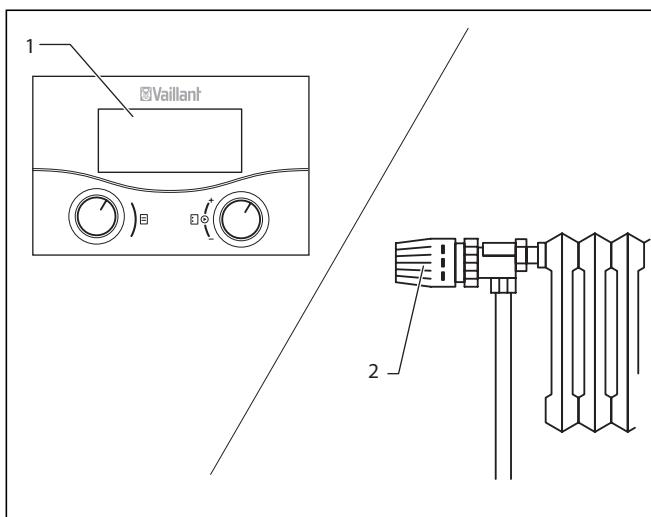

Fig. 6.10 Indstilling af rumtermostat/vejrkompenseringstermostat
- Indstil rumtermostaten, den vejrkompenseringstermostat (1) (Fig. 6.10) samt radiatorernes termostatventiler (2) (Fig. 6.10) iht. de pågældende vejledninger til disse tilbehørsdele.